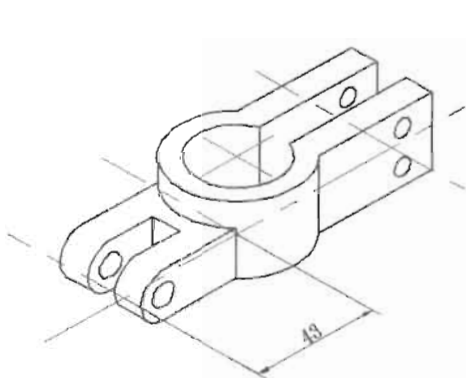

图 11-84
(2) 执行“标注>倾斜”菜单命令, 将尺寸标注倾斜 -30° , 如图 11-84 所示, 命令执行过程如下。